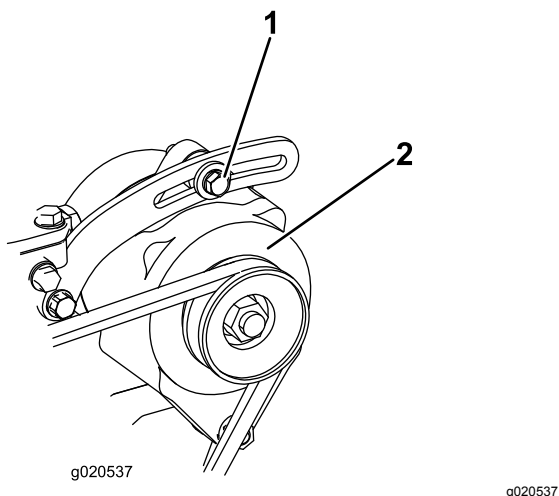

Рисунок 85
Через каждые 100 часов работы проверяйте состояние и натяжение ремня (Рисунок 85).
2. Если прогиб не равен 10 мм, ослабьте болты крепления генератора (Рисунок 85). Увеличьте или уменьшите натяжение ремня и затяните болты. Снова проверьте прогиб ремня, чтобы убедиться в том, что натяжение правильно.